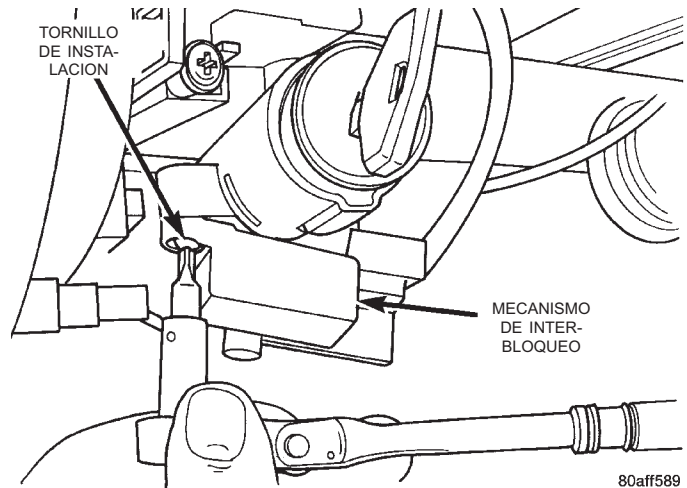

Fig. 29 Mecanismo de interbloqueo
(1) Retire las cubiertas inferiores de la columna, el protector de rodilla y las fundas. Consulte Reemplazo del cable de interbloqueo.
(2) Agarre firmemente el cable de interbloqueo y el conector. Retire el cable de interbloqueo.
(3) Retire los dos tornillos de instalación del mecanismo de interbloqueo en la columna de dirección (Fig. 29). Retire la cubierta del sistema de interbloqueo.